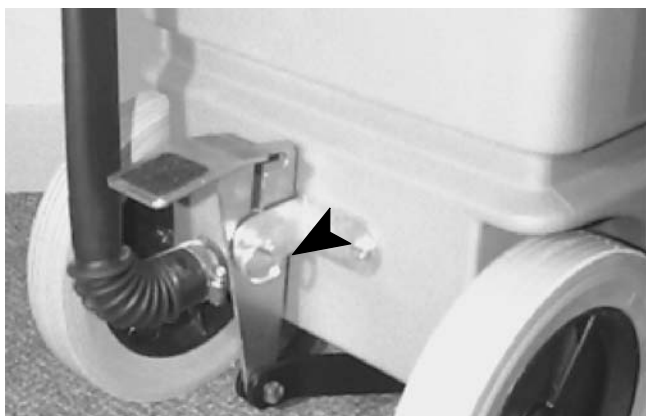

図 4
9. ペダルを本体後部の2つのL字型取り付けアームの間に差し込み、クレビスピンを挿入して、ヘアピンでしっかり固定します。(図 4)